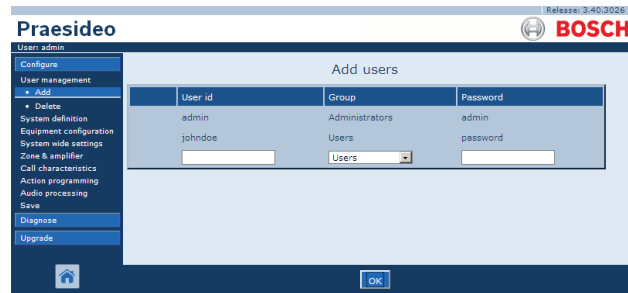

Abbildung 41.4: Neue Benutzer definieren, Schritt 5
- 5 Klicken Sie auf die Schaltfläche *OK*, um das neue Benutzerkonto zu aktivieren. Im Main Frame der webbasierten Benutzeroberfläche wird ein Bildschirm angezeigt, der dem in Abbildung 41.4 gleicht.